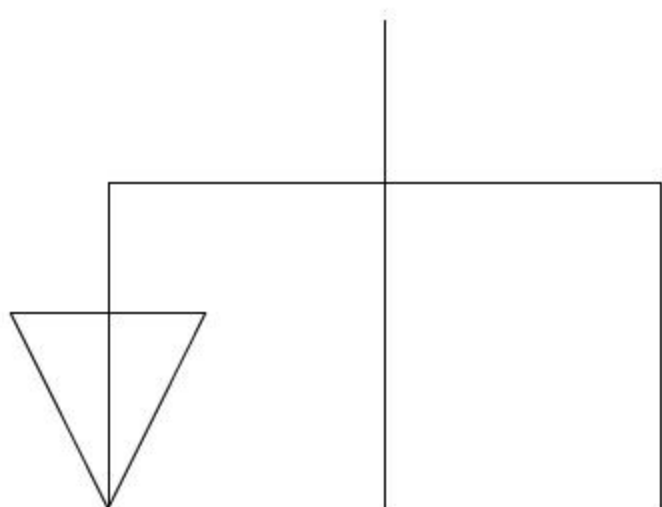

图8-59 绘制连接线段
- 04 调用L【直线】命令，绘制连接线段，如图8-59所示。